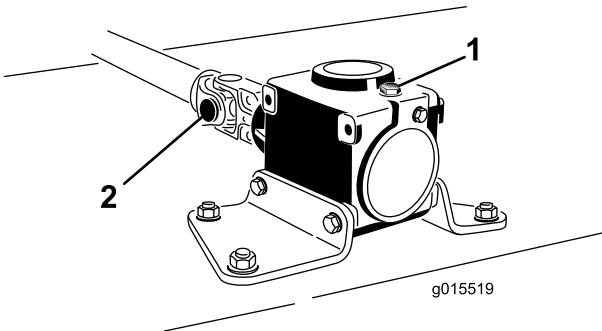

Figura 3
- Rimuovete la spina dalla forcetta finale e dall'albero degli ingranaggi (Figura 3). Conservate la spina per il successivo utilizzo.
- Allentate le (2) viti a destra cilindrica e i dadi di bloccaggio (Figura 3).